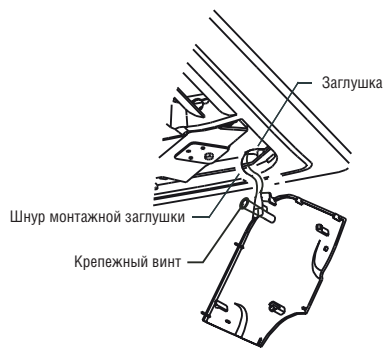

Рисунок 4-18
- 1) Прикрепите шнур монтажной заглушки к болту заглушки. (См. рис. 4-18).